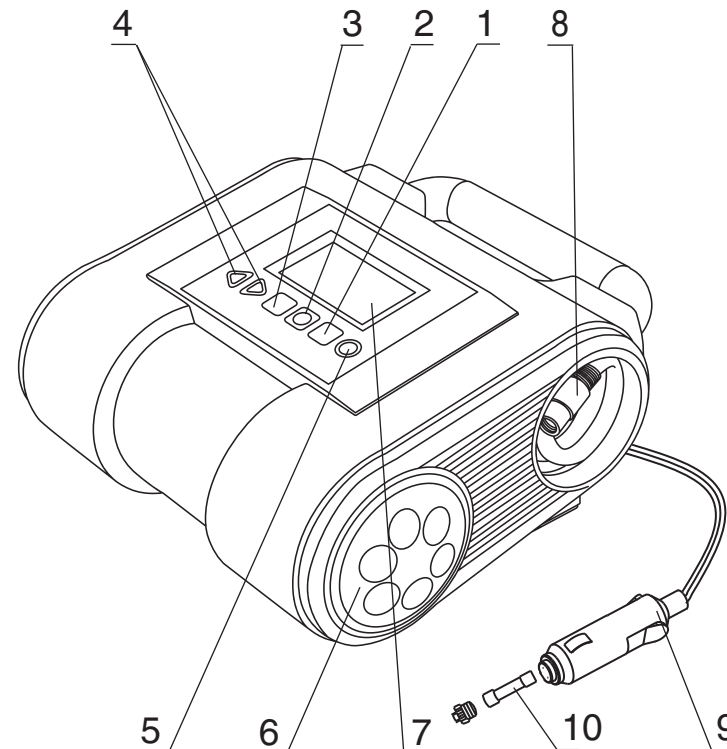

РИС. 1
3. Вставьте штекер «9» (рис.1) в розетку 12 V автомобиля до упора. (Разъём прикуривателя можно использовать для подключения компрессора строго по рекомендациям производителя транспортного средства).
Компрессор КАЧОК К70 снабжен универсальным светодиодным аварийным фонарем «6» (Рис. 1). Фонарь может работать в двух режимах - постоянное свечение и вспышки.
ВНИМАНИЕ! Данный компрессор оборудован защитным предохранителем, расположенным внутри штекера в прикуриватель «10» (Рис. 1). Для замены раскрутите штекер и замените предохранитель.
2. Подключите компрессор к сети 12V и выберите удобные единицы измерения давления, нажимая на кнопку «3»(Рис.1). Индикация давления производится в двух единицах измерения: **ATM** = кг/кв. см, а также **PSI** = фунт/кв. дюйм.